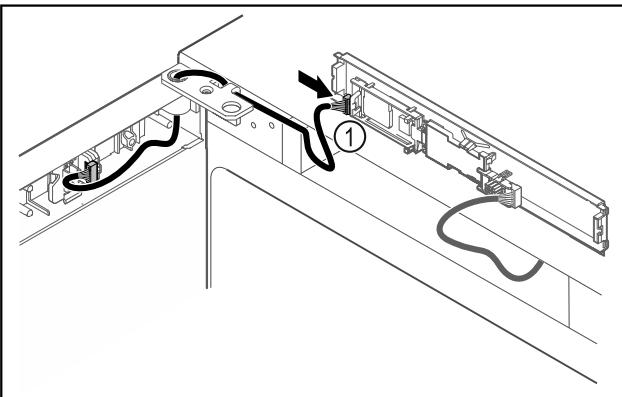

Fig. 47
► Встановити штекер Fig. 47 (1) на плиті.